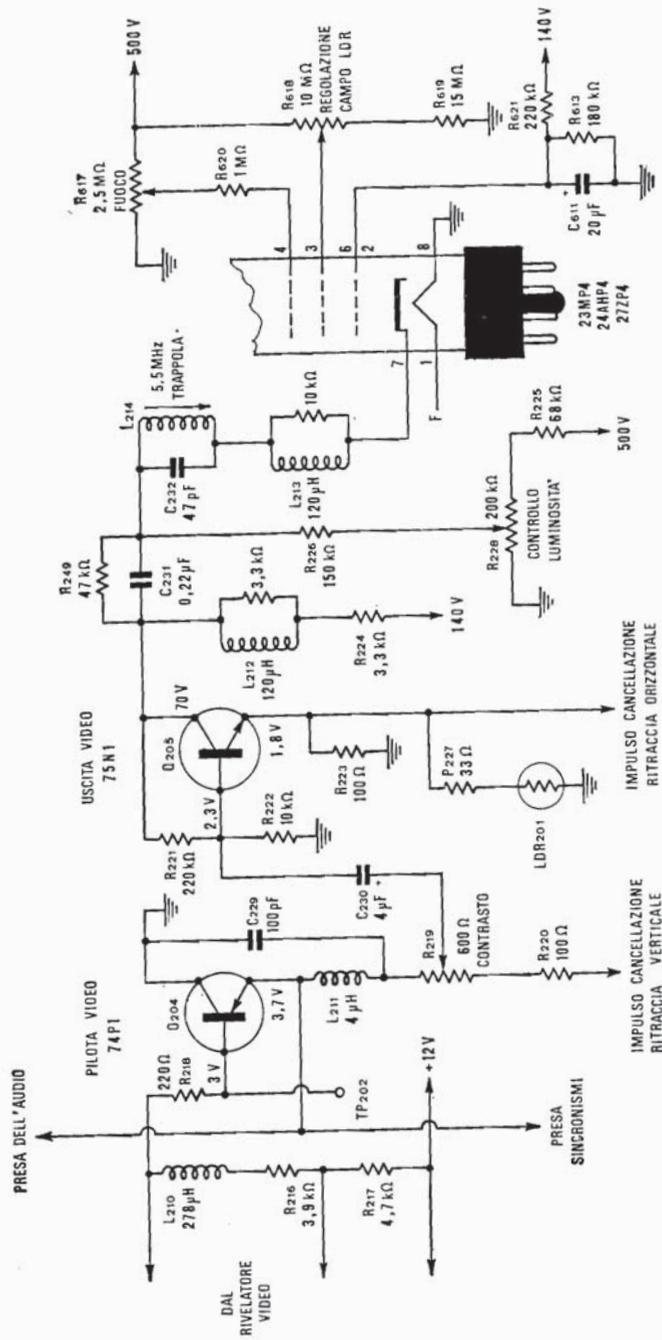

Figura 10-20. - Amplificatore video a transistori.
- d) Condensatore di accoppiamento difettoso ( $C_{230}$  nella Figura 10-20);